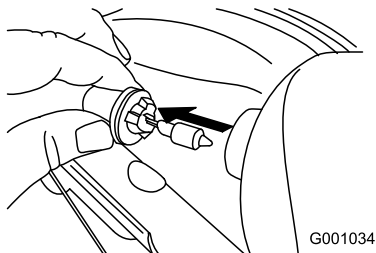

Figure 62
3. Sortez directement l'ampoule de l'arrière du phare (Figure 62).